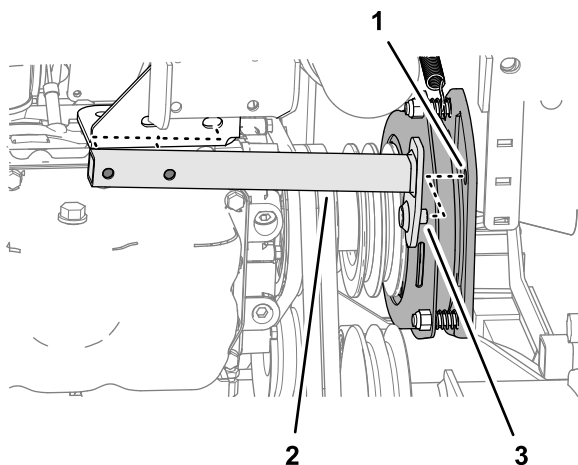

図 92
7. 回転防止チューブを後方に移動させて機体から外す 図 92。
2. 回転防止チューブのピンを、PTO クラッチプレートの穴に合わせる 図 92 PTO ベルトの取り外し (ページ 66)を参照。